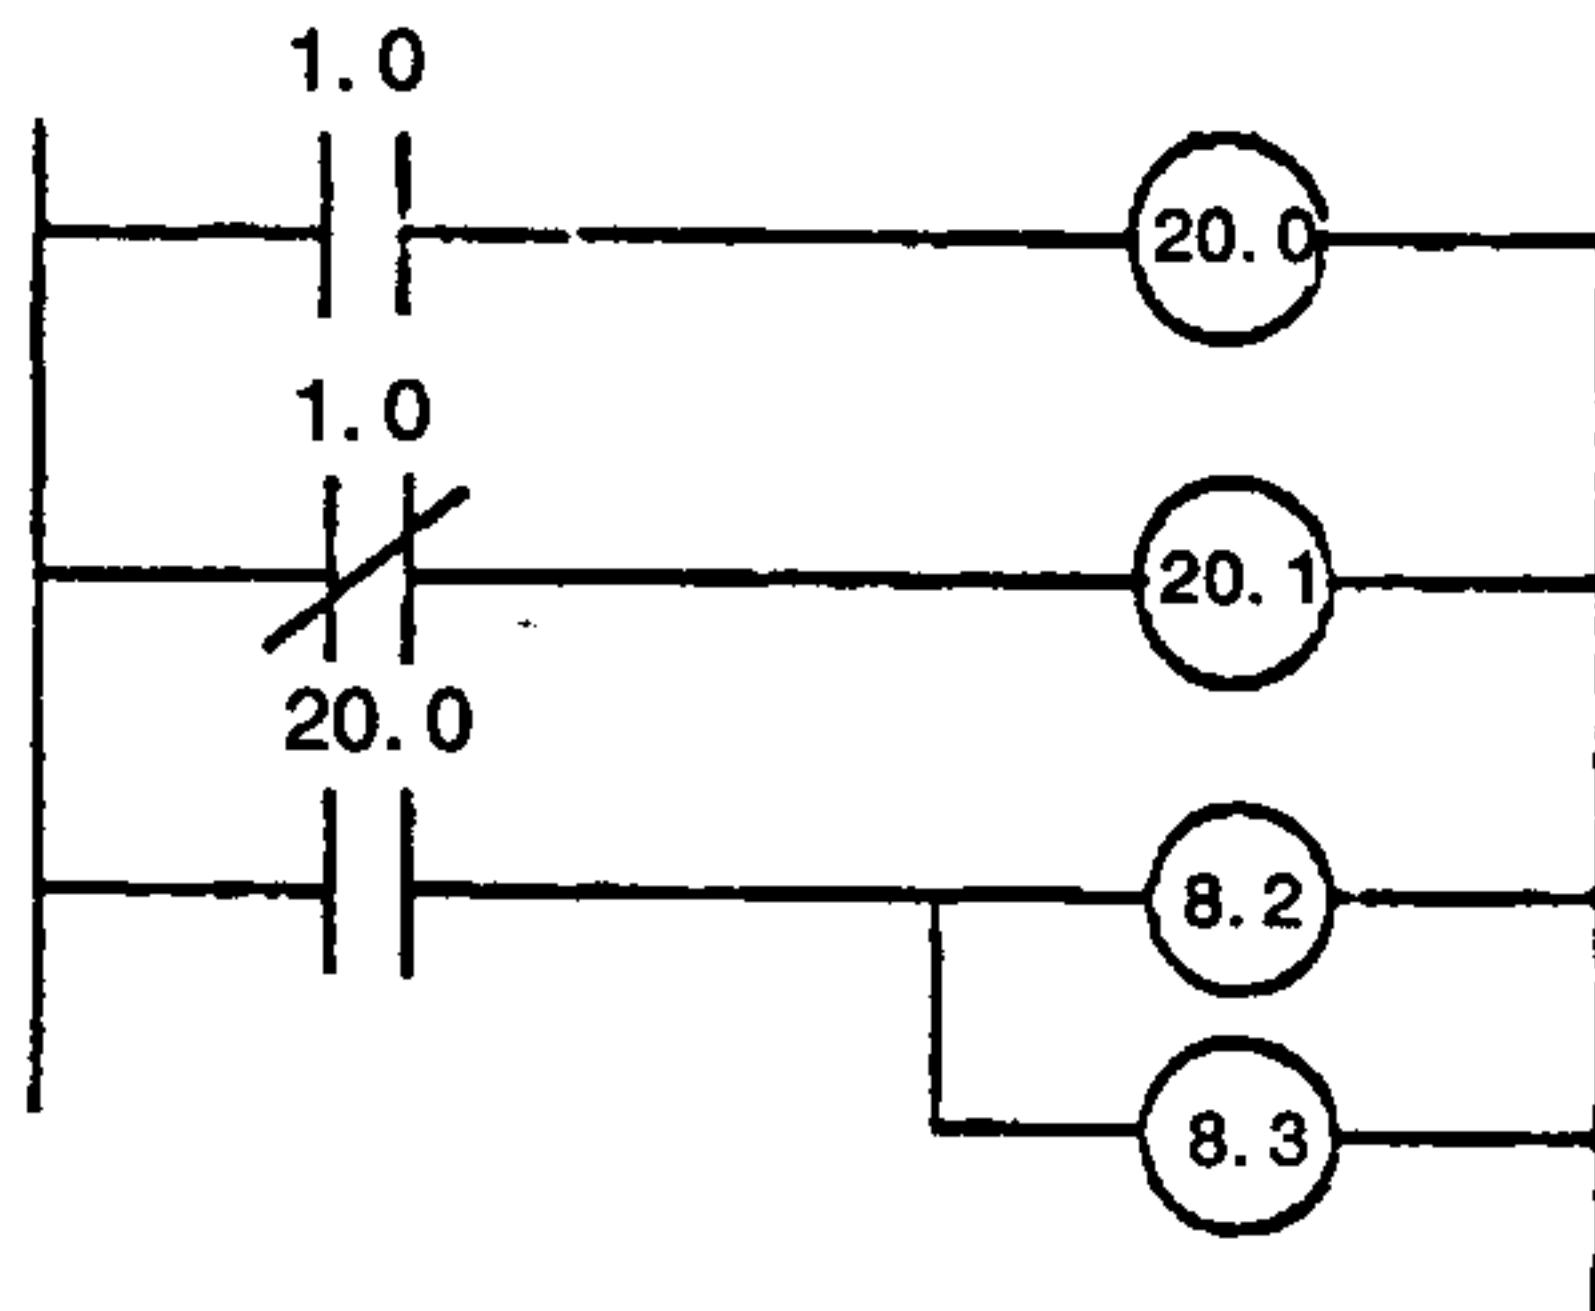

图 2—3
3. 如图 2—3 所示, 1.0 为输入继电器, 8.2、8.3 为输出继电器, 20.0、20.1 为辅助继电器。当连接 1.0 继电器的外接开关接通时, 也就是输入信号为“1”它的常开触点闭合、常闭点断开。第一电路常开触点 1.0 闭合, 20.0 线圈通电; 第二电路常闭触点 1.0 断开, 20.1 线圈断电; 第三电路由于前面 20.0 线圈已通电, 常开触点 20.0 闭合 8.2、8.3 线圈通电。对 8.2、8.3 的外电路接通, 有输出。当 1.0 开关断开, 第一电路常开触点断开, 20.0 线圈断电, 第二电路常闭触点 1.0 闭合, 20.1 线圈通电, 第三电路由于 20.0 线圈断电, 常开触点 20.0 断开, 8.2、8.3 线圈断电, 对外输出断开。